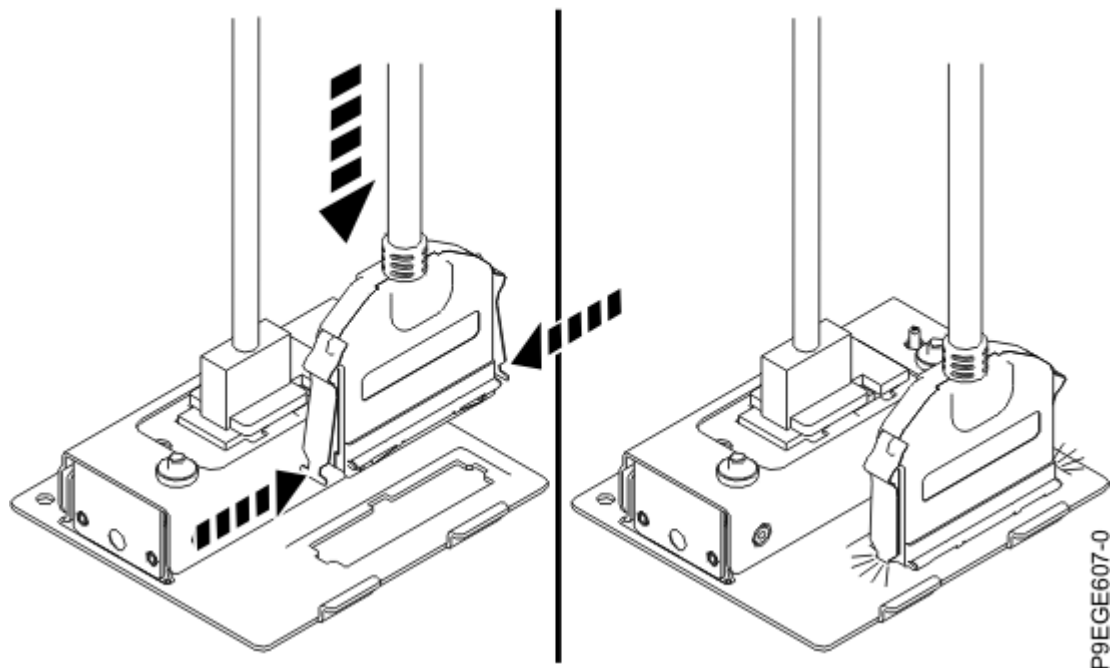

Figura 22. Instalación del cable USB frontal y del zócalo
2. Encaje el zócalo del cable USB en el receptáculo USB. Asegúrese de que la pestaña del zócalo se alinea con el receptáculo. Presione las pestañas e inserte el zócalo en la apertura hasta que las pestañas queden bien encajadas, tal como se muestra en la Figura 22 en la página 24.